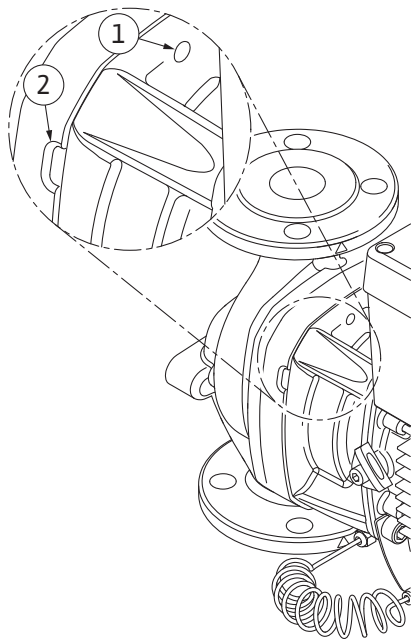

Fig. 100: Fori filettati e fessure per estrarre il set di innesto dal corpo pompa
Per allentare la sede, avvitare le viti adatte nei fori filettati. Se il set di innesto si muove facilmente, per estrarlo si possono utilizzare anche le fessure (Fig. 100, pos. 2) tra corpo pompa e lanterna. A tale scopo puntare ad es. due cacciaviti e utilizzarli come leva. Dopo circa 15 mm di percorso di estrazione, il set di innesto non è più condotto all'interno del corpo pompa.